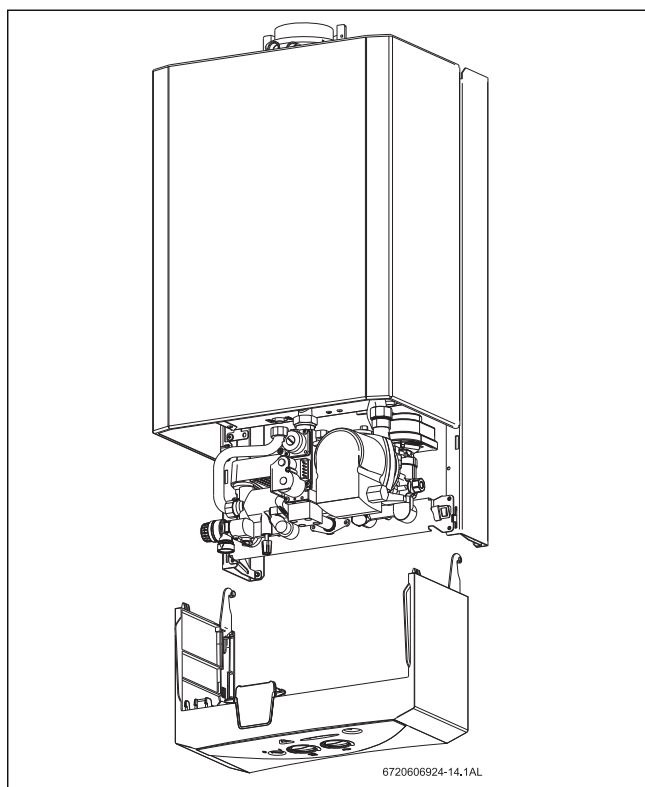

Fig. 37 Desmontaje del panel de mandos
- Para retirar completamente el panel de mandos estando posicionado según Fig. 37, levántelo y tire de él hacia adelante.